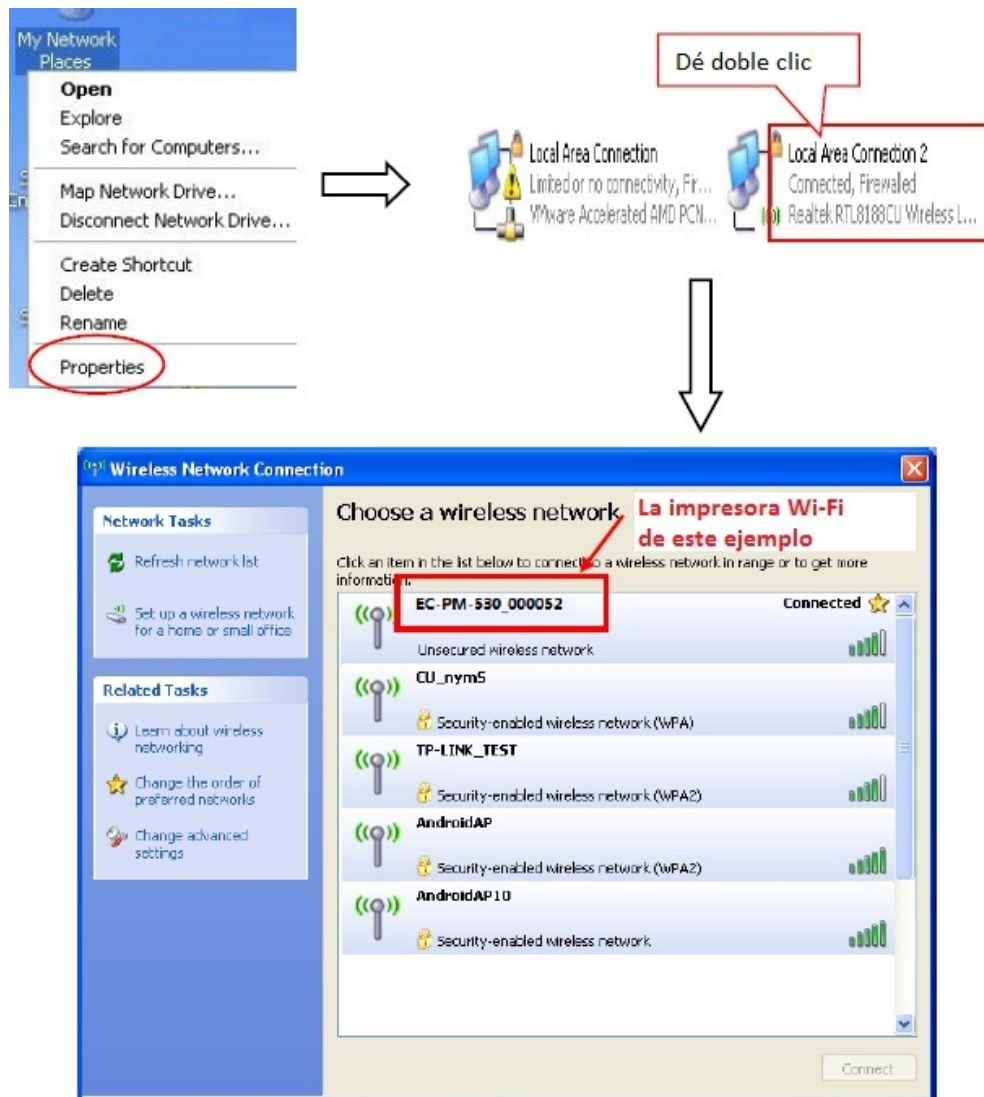

Figura 1
- Haga click en “My Network Places”, haga click en “Properties” para encontrar “Local Area Connection 2”. Haga doble click y aparecerá la ventana “Wireless Network Connection”, seleccione y Haga doble click en el nombre de la impresora Wi-Fi correspondiente. El nombre predeterminado de la impresora Wi-Fi está compuesto de “el modelo de la impresora + 6 números y letras” (Como se muestra en la Figura 1).